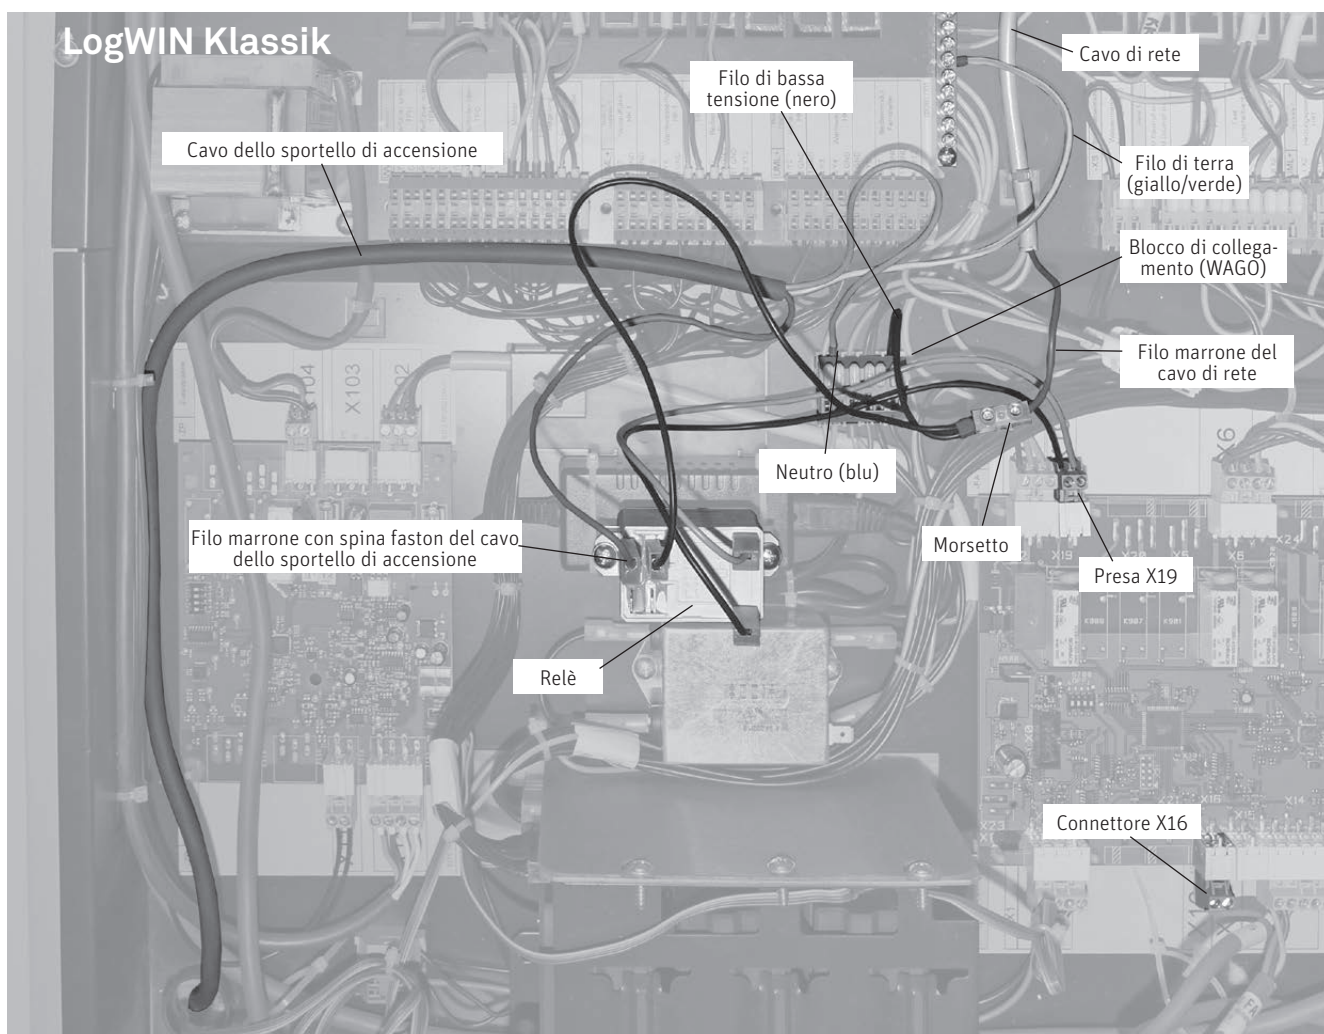

fig. 22 Quadro di comando LogWIN Klassik, collegamento elettrico dell'accensione
- Staccare il filo marrone del cavo di rete dal blocco di collegamento (WAGO) e collegarlo al morsetto del relè. Collegare il filo di bassa tensione (nero) del relè al blocco di collegamento (WAGO) al posto del filo marrone (cavo di alimentazione), fig. 22.